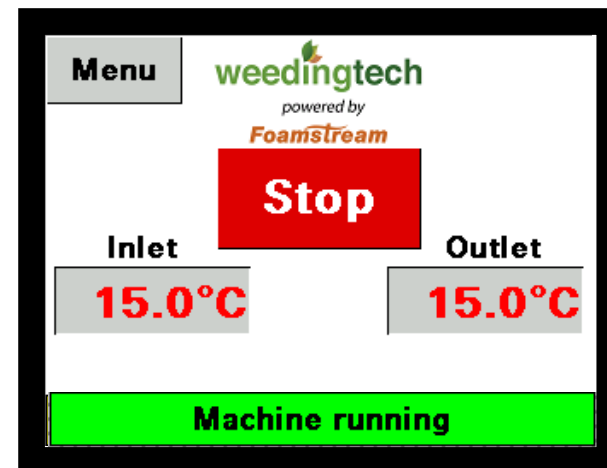

Figure 17 - Bouton d'arrêt sur l'API
- Appuyer sur le bouton rouge représenté sur la Figure 17. Tous les voyants s'éteignent, sauf le voyant d'alimentation (blanc) et le voyant de panne rouge. Le voyant de panne rouge restera allumé jusqu'à ce que la température de l'eau dans la M600 chute à un niveau sûr et que la pompe s'arrête.
Le bouton d'arrêt d'urgence ne doit pas être utilisé à la place du bouton d'arrêt rouge (Figure 17). Cela pourrait endommager le système hydraulique en retenant l'eau chaude à l'intérieur. La procédure d'arrêt comprend le rinçage du système avec de l'eau plus froide afin de ramener la température interne à des niveaux de stockage sécurisés avant l'arrêt du M600.